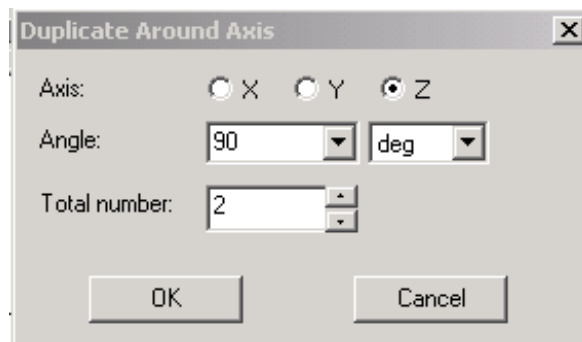

Рис. 6.9. Установка угла вращения дублированного бокса
2. Выполним вращение бокса на 90° вокруг оси Z, чтобы создать вторую секцию. Для этого в диалоговом окне **Duplicate Around Axis** , выберите Z (рис. 6.9).